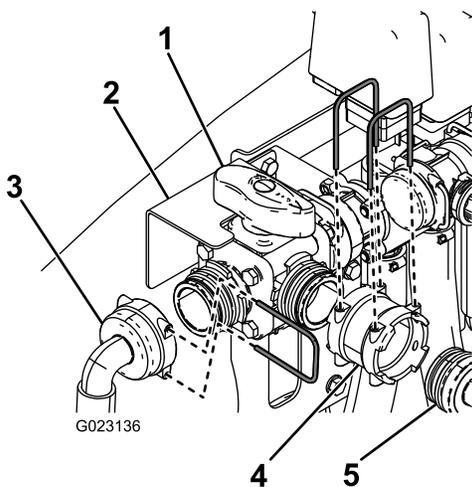

Figura 21
3. Utilizando os parafusos previamente removidos, instale o suporte da válvula sobre o pequeno suporte (Figura 21).
4. Prenda a válvula em T à válvula de agitação utilizando a forquilha de retenção previamente removida (Figura 21).